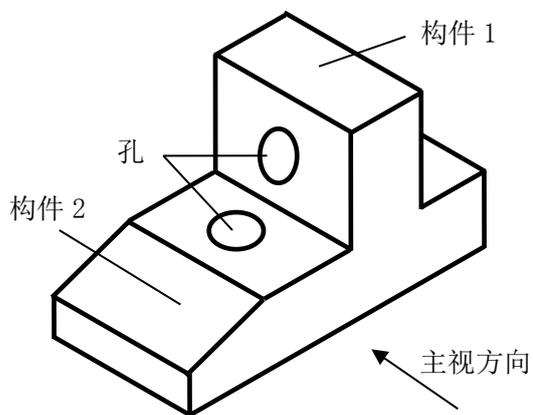

图1
1. 结构稳定性和强度是结构设计中需要考虑的两个重要因素，以下是某位同学设计的木质结构（图1）。